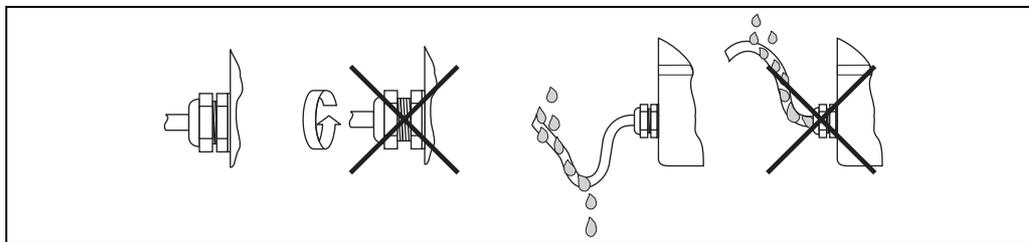

Fig. 6: Conseils de raccordement pour le respect de la protection IP 67
- Serrer fermement l'entrée de câble → Abb. 6
- Avant de passer dans l'entrée de câble, le câble doit faire une boucle vers le bas ("poche d'eau", → Abb. 6) pour éviter l'humidité dans l'entrée de câble. Installer l'appareil de sorte que les entrées de câble ne soit pas dirigées vers le haut.